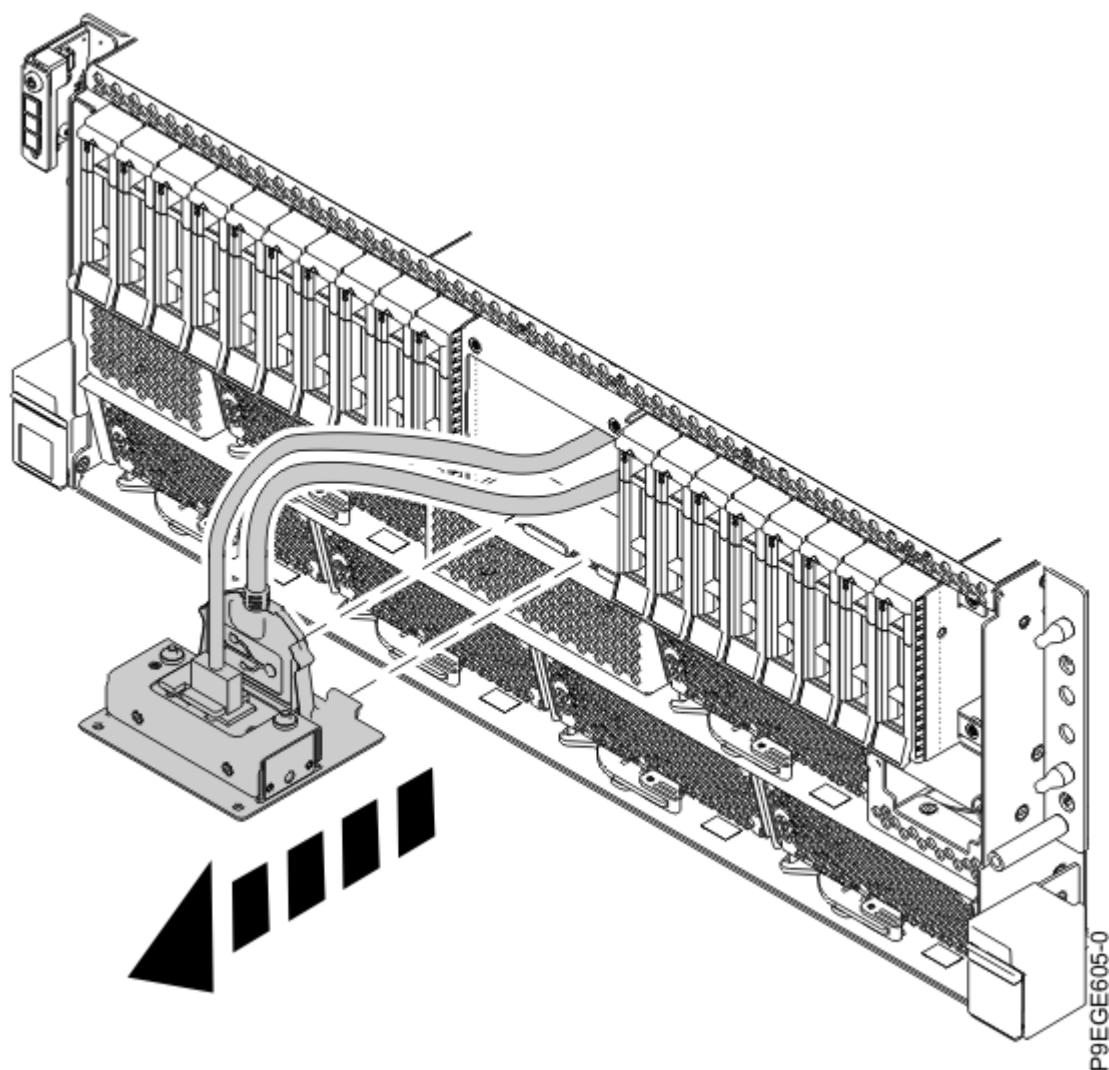

Figure 115. Retrait du boîtier du panneau de commande et du câble pour un système monté en armoire
9. Pour le système monté en armoire, retirez le boîtier d'écran du panneau de commande et le câble du système, comme illustré à la Figure 115, à la page 122.